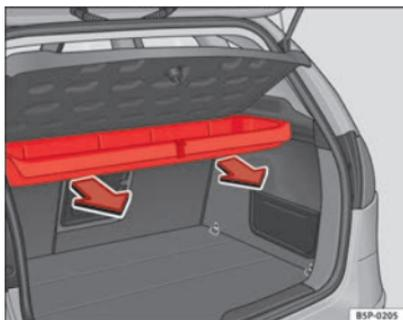

Abb. 124 Ausbau des Ablagefachs
- Nach außen ziehen, bis das Ablagefach aus den Drehhaltern gelöst ist \Rightarrow Abb. 124.